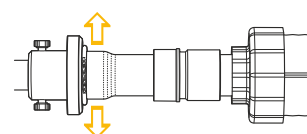

Рис. 4.5.6
- При помощи гидравлического насоса расширить конец трубы (рис. 4.5.6). Выдержать трубу под давлением в течение одной минуты.